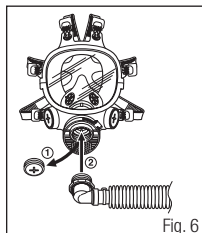

Fig. 6
1. Retirer l'obturateur de l'orifice central 7890 3M™ du respirateur à masque complet. S'assurer que les obturateurs 7890 sont en place sur les orifices latéraux du respirateur (Fig. 6).
2. Visser l'adaptateur coudé du tuyau de respiration GVP-123 dans l'orifice central du masque 7800S du respirateur (Fig. 6).